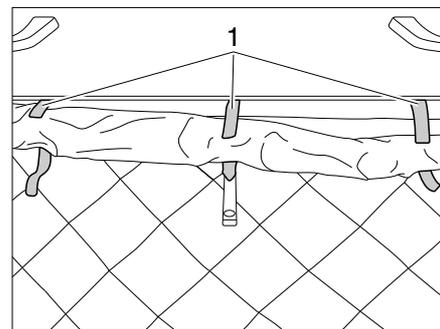

Bild 42 Klettverschlüsse öffnen
- Drei Klettverschlüsse (Bild 42,1) des Stoffbalgs öffnen.
- Stoffbalg im Bereich der Verriegelung sorgfältig aufrollen und mit drei Klettverschlüssen (Bild 42,1) fixieren.